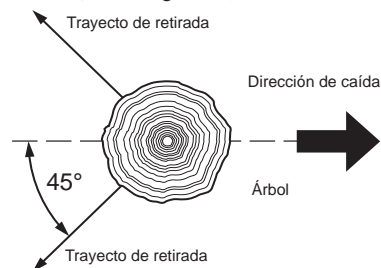

Figura 13 - Trayecto de retirada de un árbol
3. Planee y despeje un trayecto de retirada para el momento de la caída. Este debe ser en sentido contrario al de la caída del árbol y a un ángulo de 45° (vea la Figura 13).